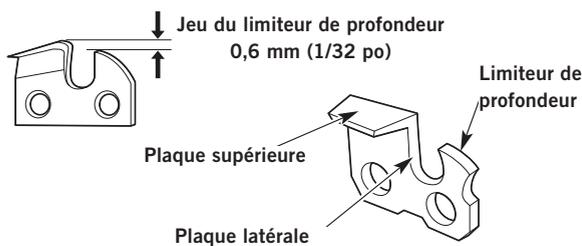

Fig. 32
- b. Garder la lime de niveau avec la plaque supérieure de la dent (Fig. 32). Évitez d'incliner ou de faire basculer la lime. Exercez une pression légère, mais ferme.